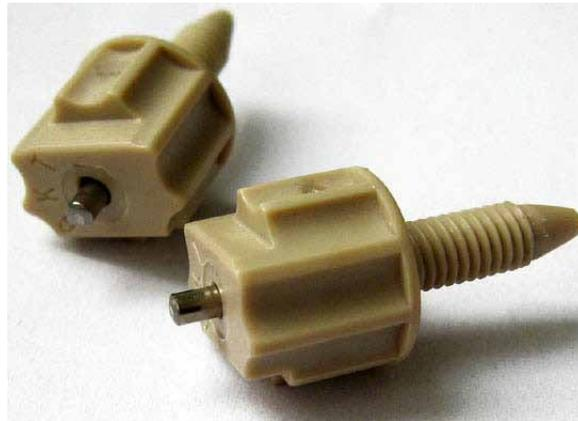

Abb. 19: Original Dionex Messzellen-Stopfen
- Am Ein- und Ausgang der Messzelle sind Stopfen installiert (→ Abb. 19). Heben Sie diese gut auf. Beim Versenden des Geräts oder der Messzelle oder einer längeren Außerbetriebnahme des Detektors sollten die Stopfen wieder installiert werden.
- ◆ Versenden Sie das Gerät immer *ohne* Messzelle und installieren Sie die dafür vorgesehene Abdeckung über dem Messzellenschacht. Verschließen Sie den Eingang und Ausgang der Messzelle mit den Stopfen, die bei Auslieferung an der Messzelle installiert waren (→ Abb. 19). Die Messzelle muss in der original Messzellen-Verpackung versendet werden.
- Bei längeren Standzeiten sollten die Messzellen nicht mit reinem Wasser gefüllt sein, um Algenbildung zu vermeiden. Geben Sie z.B. 10% Isopropanol (HPLC-Qualität) hinzu und verschließen Sie den Eingang und Ausgang der Messzelle mit den Stopfen, die bei Auslieferung an der Messzelle installiert waren (→ Abb. 19). Wenn Sie andere Stopfen verwenden und diese zudrehen, kann dies die Messzelle zerstören.